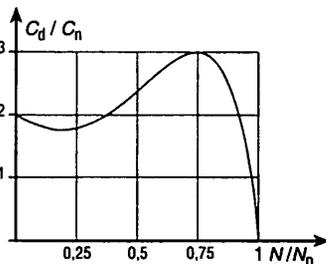

Fig. 8 : Couple de démarrage.
3.3. Vitesse-Puissance-Couple (fig. 8)
- **Le couple**, fourni par le moteur, est variable au moment du démarrage (fig. 8). Il s'exprime en mètre déca Newton (m. daN).